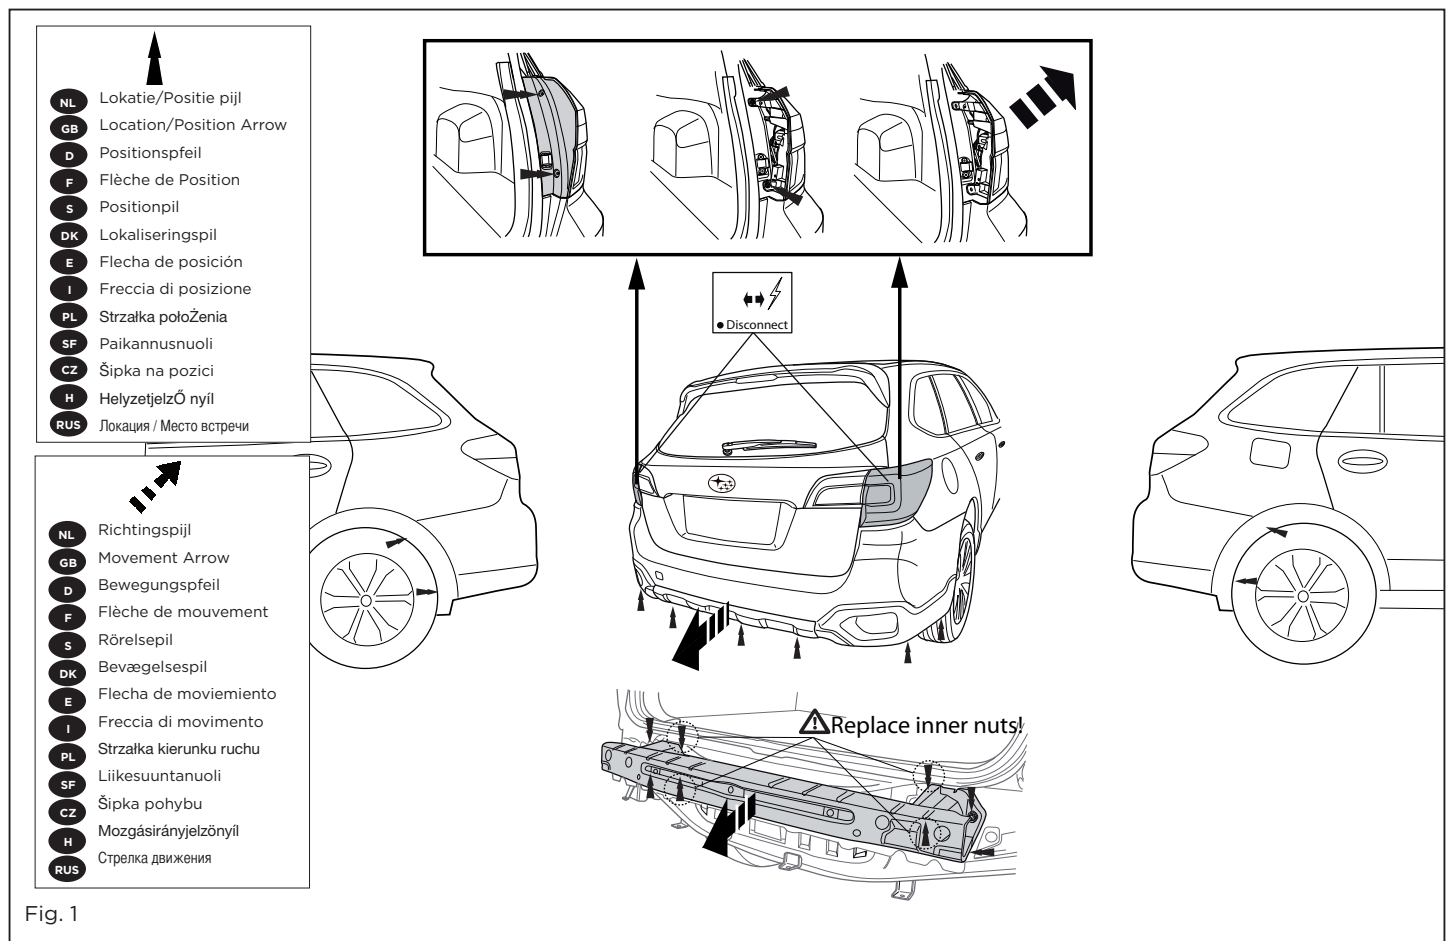

Fig. 1
3. The buffer beam will no longer be needed. See figure 1.
2. Die Stoßstange einschließlich des stählernen Stoßbalkens vom Fahrzeug abmontieren. Der Stoßbalken wird nicht mehr benötigt. Siehe Abbildung 1.
2. Déposer le pare-chocs du véhicule y compris la traverse en acier la traverse ne sera plus utilisée. Voir la figure 1.
2. Demonter kofangeren, inklusive køretøjets stålstødbjelke. Denne bliver overflødig. Se fig. 1.